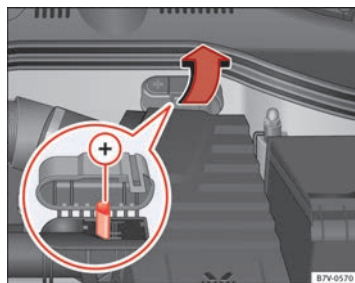

Fig. 217 En el vano motor: polo positivo de ayuda de arranque (+).
- Asimismo, abra la cubierta de la batería en el compartimento del motor ⇒ página 304, o bien retire a un lado el capuchón del polo positivo¹⁾, en el sentido de la flecha ⇒ fig. 217.
- Emborne un extremo del cable de emergencia *rojo* al polo positivo ⇒ fig. 218 (+) o ⇒ fig. 217 (+) del vehículo con la batería descargada (A) ⇒ ⚠.
- Emborne el otro extremo del cable de emergencia *rojo* al polo positivo (+) de la batería que suministra la corriente (B).